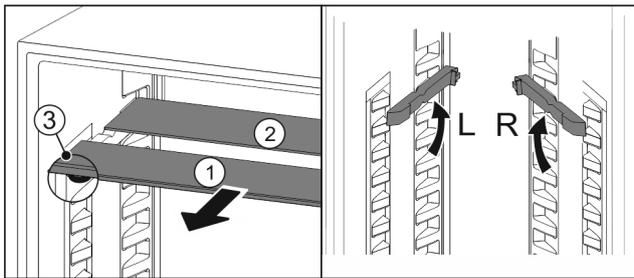

Fig. 131
- ▶ estrarre i ripiani di vetro singolarmente tirando in avanti Fig. 131 (1).
- ▷ Il piano in vetro Fig. 131 (1) con il motivo ornamentale è nella parte anteriore.
- ▷ I fermi Fig. 131 (3) sono rivolti verso il basso.